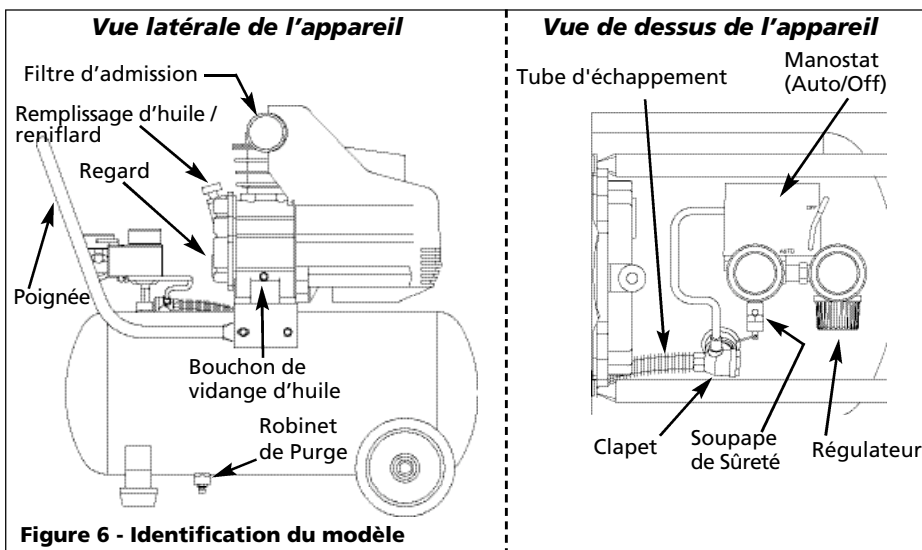

Figure 6 - Identification du modèle
2. Porter des lunettes de sécurité, tirer l'anneau sur la soupape de sûreté (voir les Figures 6 et 8) pour dégager la pression du réservoir du compresseur. Utiliser l'autre main pour éloigner l'air se déplaçant rapidement du visage.
1. Éteindre le compresseur et dégager la pression du système. Pour dégager la pression du système, tirer sur la soupape de sûreté ASME (voir les Figures 6 et 8). Éloigner l'air qui s'échappe en protégeant la soupape d'une main tout en tirant de l'autre. Tirer l'anneau jusqu'à ce que le réservoir soit vide.